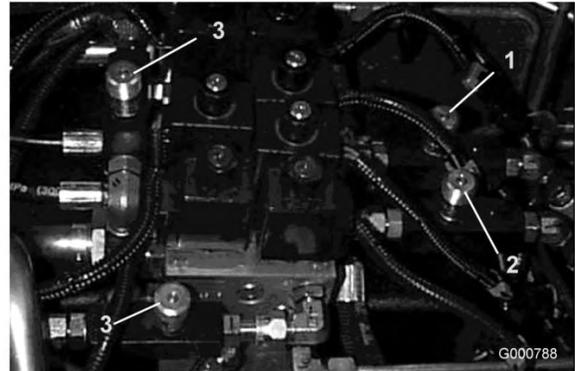

Figure 88
1. Sous le siège, localisez les valves de réglage des plateaux de coupe avant (Figure 88).
9. Sous le siège, localisez les valves de réglage des plateaux de coupe latéraux (Figure 88).